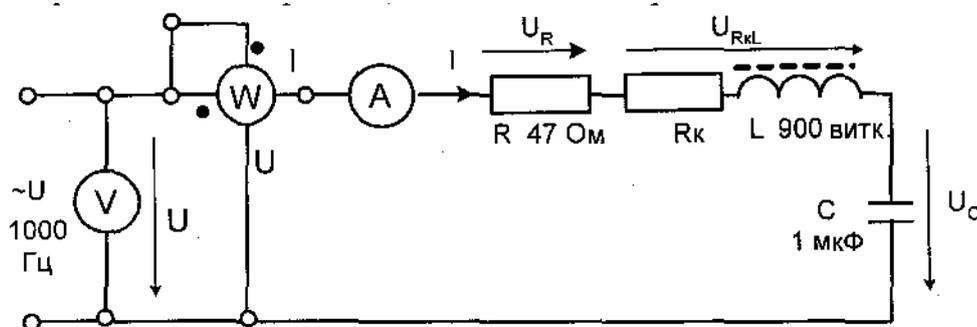

Рис.5.2 Принципиальная схема
2. Снимите с трансформатора катушку 900 витков, вставьте в неё **только одну половинку** разъемного сердечника и соберите цепь, принципиальная схема которой показана на рис. 5.2, а монтажная — на рис. 5.3.